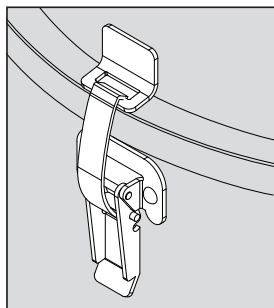

FIGURA 2
5. Asegúrese de que la cuba esté bien sellada y que los dos sujetadores estén bien fijados en los pequeños soportes laterales, y no directamente en el reborde de la cuba (figura 2).